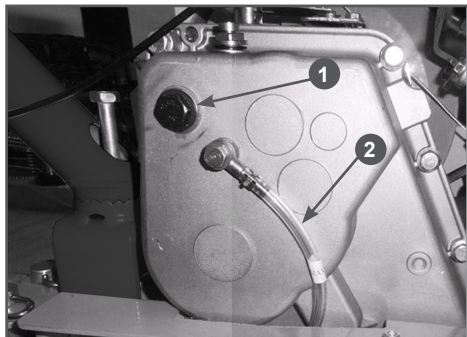

Рис. 13 Заправка масла в коробку передач
(Рис. 13).
4. Уровень масла в коробке передач контролируется с помощью специальной трубки 2 (Рис. 13). На трубке нанесены две метки «MAX» и «MIN». Уровень масла в коробке передач должен быть по верхнюю метку «MAX» на трубке. При необходимости долейте масло до требуемого уровня.